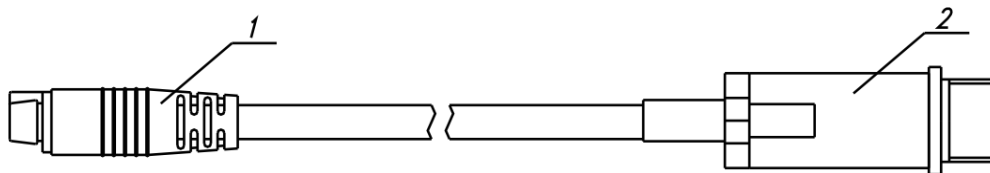
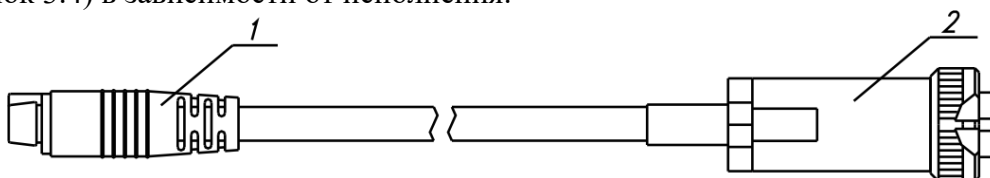

Рисунок 3.3 Кабель-удлинитель для измерительных преобразователей, приведенных в **ПРИЛОЖЕНИИ В** в пунктах **1, 4, 6, 7**;
Рисунок 3.4 Соединительный кабель для измерительных преобразователей, приведенных в **ПРИЛОЖЕНИИ В** в пунктах **2, 3, 5, 8**;
Преобразователи при необходимости подключаются к измерительному блоку с помощью встроенного кабеля, кабеля-удлинителя (см. рисунок 3.3) или соединительного кабеля (см. рисунок 3.4) в зависимости от исполнения.
- 4.3** Соединить измерительный блок и измерительный преобразователь, при необходимости, воспользовавшись кабелем-удлинителем (см. рисунок 3.3) или соединительным кабелем (см. рисунок 3.4) в зависимости от исполнения преобразователя. В случае если анализируемая среда предполагает содержание механической пыли, паров масла принять меры по их устранению.